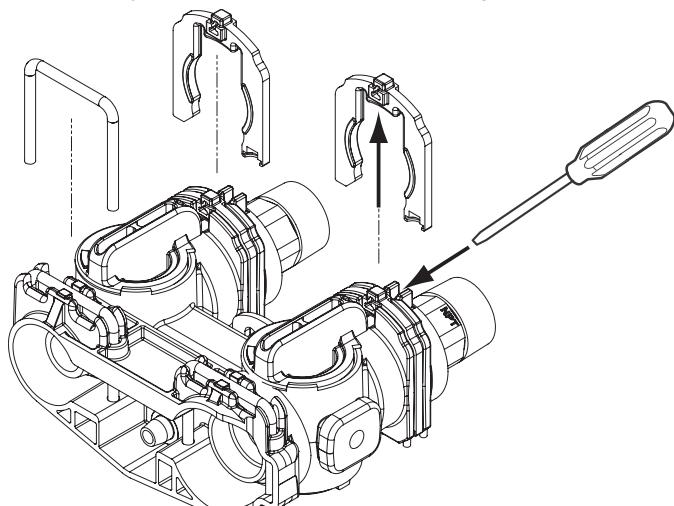

Figura 24 Instalación del conector
8. Ubique las piezas y un rollo de cinta de fontanero. Se deben retirar los adaptadores de la cañería (Figura 24 Instalación del conector).
3. Para retirar el sujetador, introduzca una cuchilla plana debajo del centro superior del sujetador y levante (haciendo palanca hacia arriba) (Figura 24 Instalación del conector)